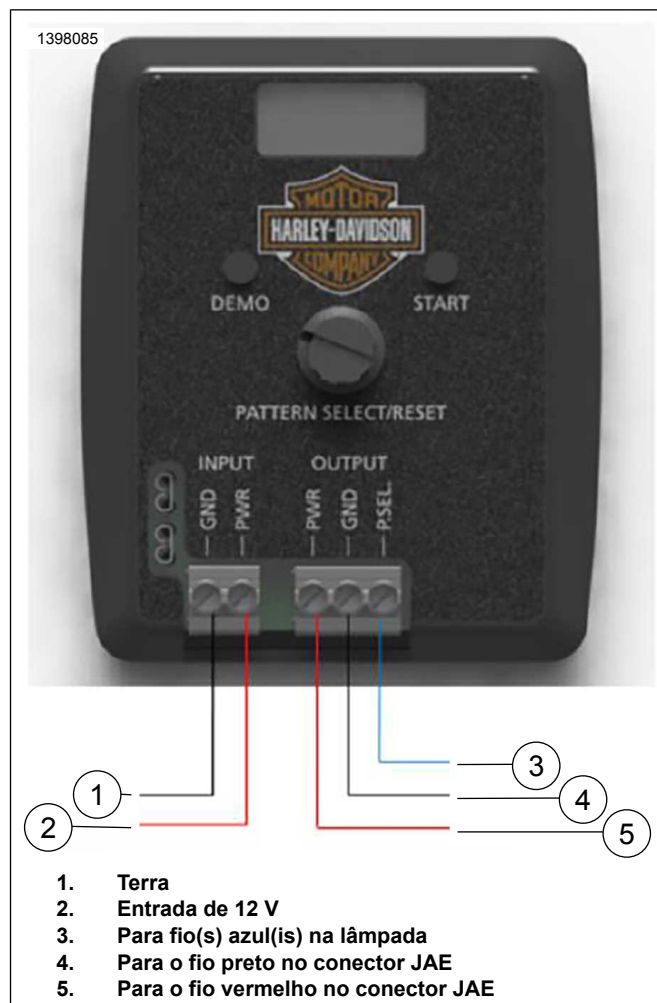

Figura 3. Configuração da programação do padrão
1. Veja a figura 3. Conecte a fonte de alimentação de 12 V ao PSCP.
2. Veja a figura 3. Conecte a matriz de luzes aos terminais de SAÍDA do PSCP (necessário fio fornecido pela concessionária).